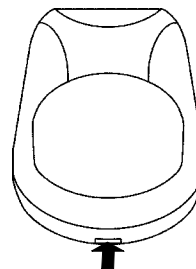

Рисунок 2
- просверлите в основании корпуса отверстия (см. рисунок 2), которые будут использоваться для крепления извещателя;